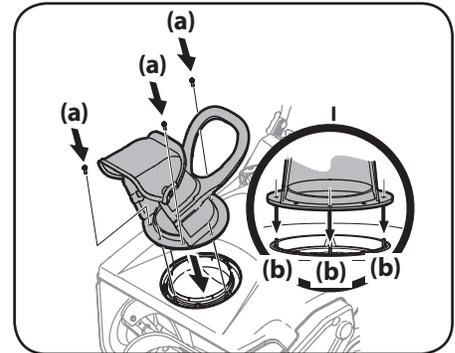

Figure 2-8
3. Alignez les trous de la base de la goulotte avec les encoches (b) de la goulotte inférieure. Voir Figure 2-8 (I). Fixez la goulotte à la base de la goulotte avec les boulons hexagonaux (a) retirés à l'étape 2. Voir Figure 2-8.